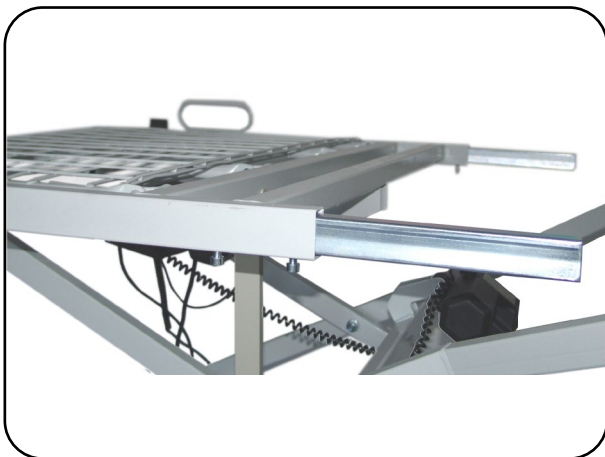

Abb. 6.1.05 – Steckinnenrohre in die Längsrohre der Kopfauflage
9. Stecken Sie die Steckinnenrohre in die Längsrohre der Kopfauflage ein. Fixieren Sie die Steckinnenrohre nur lose mit jeweils zwei Zylinderkopfschrauben M8 x 45 (bei der Ausführung ab 120 cm Liegeflächenbreite: M8 x 20 und M8 x 50), damit sie zur Montage beweglich bleiben (Abb. 6.1.05).